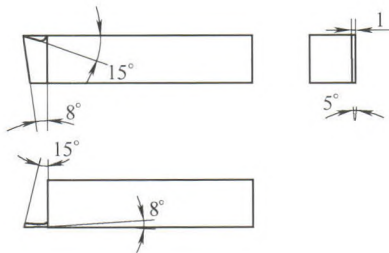

图 4
(3) 镗孔刀选择 镗孔刀选择时, 此零件因为是直孔, 一般的刀具都可以, 要是孔是个倒锥的话刀具就得选择弯镗刀。刀尖不能修磨得太锋利, 但刀尖 R 角也不能太大, 要有一个 $R0.1$ mm 的刀尖圆弧半径, 带排削槽, 不然零件表面粗糙度不好。
(4) 切断刀选择 切断刀修磨时, 采用大前角, 使切削力小, 变形就减少了。而且切削刃和零件的外圆要有意地修磨一个 15° 的夹角, 切断时零件断掉部位毛刺就很少了, 而且不容易产生变形。如图 4 所示。